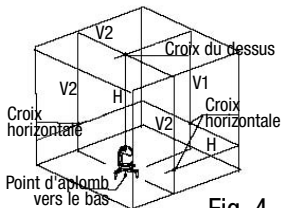

Fig. 4
5. Lorsque le faisceau horizontal H et les faisceaux verticaux V1 et V2 sont allumés, ces trois lignes laser forment quatre croix sécantes. L'intersection du haut constitue le point d'aplomb de l'appareil vers le haut, qui forme une ligne d'aplomb vers le bas. Trois intersections sur la ligne horizontale représentent les lignes horizontales perpendiculaires. (Voir fig. 4)